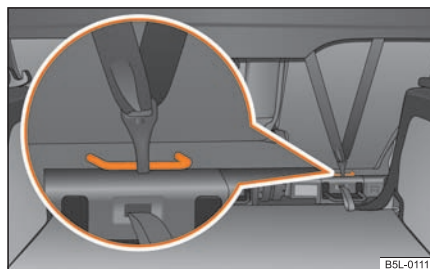

Fig. 190 Asiento posterior: Top Tether
Para aumentar la seguridad de los niños acompañantes disponen los asientos posteriores exteriores, como también el del centro (sólo válido para algunos países), de serie del sistema de sujeción "Top Tether", ubicado detrás del respaldo ⇒ fig. 190.
- Fije los asientos infantiles con el sistema “Top Tether” solamente en los puntos prescritos ⇒ fig. 190.